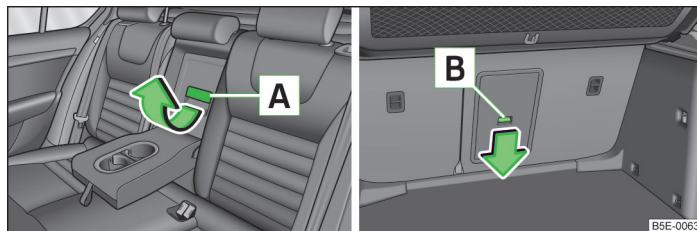

Fig. 76 Asientos traseros: Asidero de la tapa/Maletero: Tecla de desbloqueo
- Tirar del tirador **A** » fig. 76 en el sentido de la flecha y abatir la tapa.
- Empujar la tecla de desbloqueo **B** » fig. 76 en el sentido de la flecha y abatir la tapa con el apoyabrazos hacia adelante.
Fijarse en que el apoyabrazos esté siempre enclavado después de cerrar. Se puede reconocer porque ya no se verá la zona roja encima de la tecla de desbloqueo **B** » fig. 76 desde el maletero.